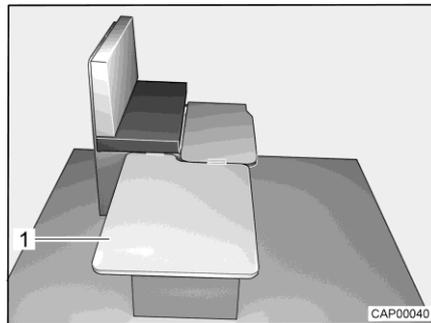

Fig. 49 Durante la trasformazione
- Agganciare la tavola di rinforzo (Fig. 49,1) lateralmente sui sedili e posizionarla sul tavolo.